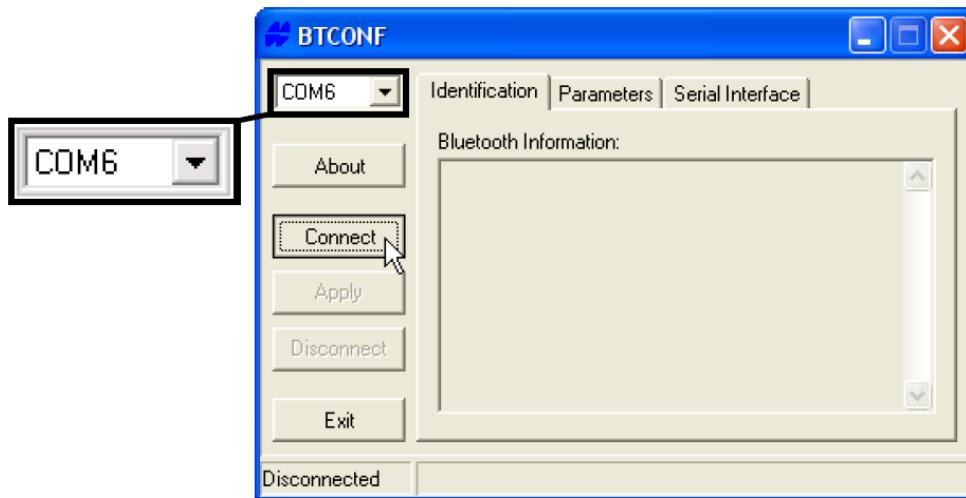

Рисунок 2-20 Выберите порт для связи и щелкните на кнопке *Connect* (*Соединить*)
3. С помощью выпадающего списка в верхнем левом углу выберите последовательный порт компьютера, используемый для связи (см. рис. 2-20).